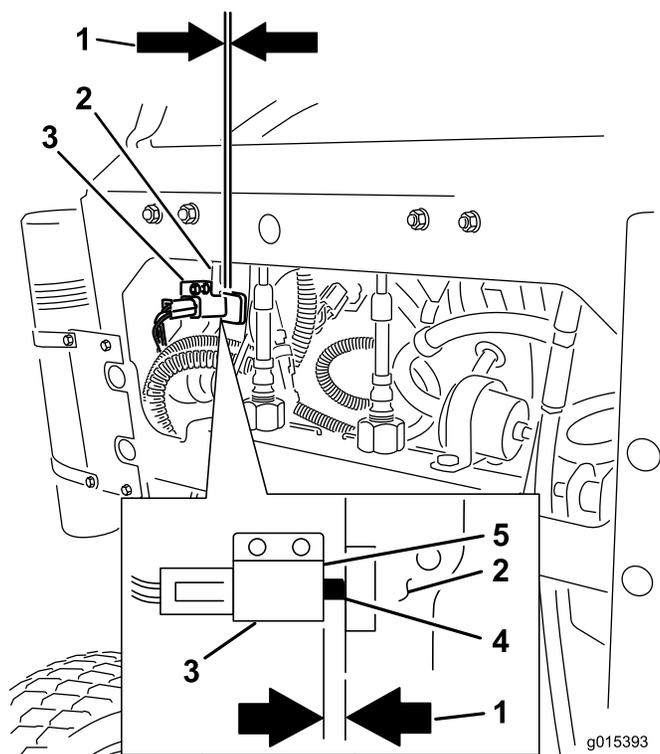

図 65
11. ブレーキの調整ができれば、レバースイッチを点検する 図 65。
12. 図 65 に示されているように、ブレーキレバーとスイッチの面とのすき間を点検する。